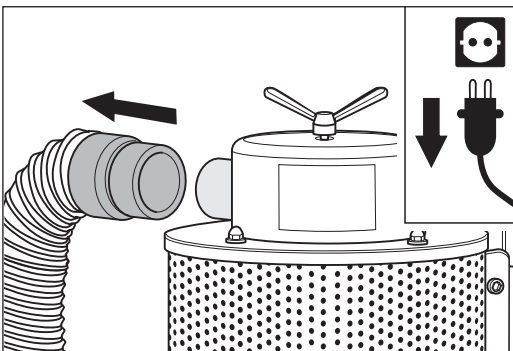

Abb. 69 Oben am Staubabscheider den Druckschlauch vom Rohrstutzen abziehen.
- 5 Ziehen Sie oben am Staubabscheider den Druckschlauch vom Rohrstutzen ab (Abb. 69).